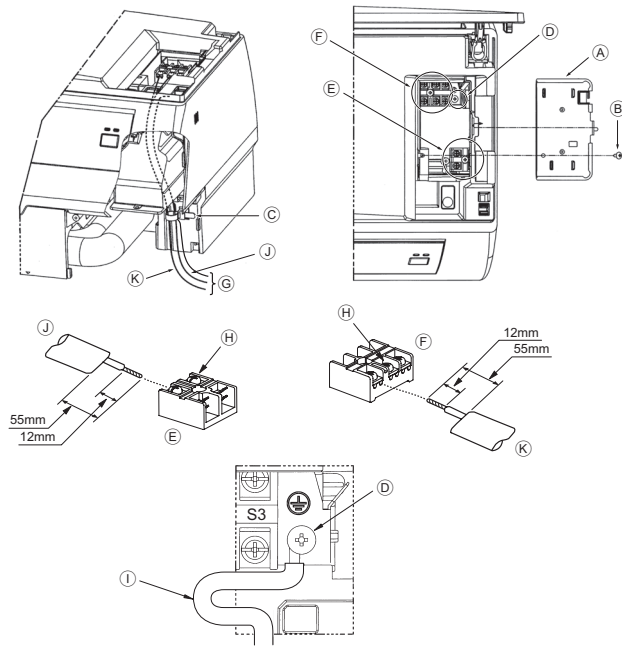

Fig. 6-1
■ PKA-M60, 71, 100KA(L) (Fig. 6-1)